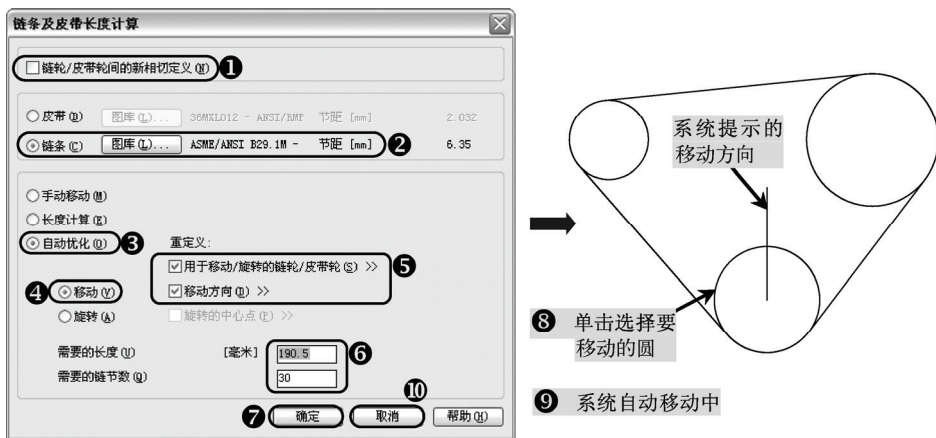

图 12-17 自动优化应用
为避免重复叙述，假设已经绘制好了多段线，且已经选好了相关的链条。取消“链轮/皮带轮间的新相切定义”选项，依次勾选“自动优化”、“用于移动/旋转的链轮/皮带轮 (S) >>”“移动方向 (D) >>”选项，在“需要的长度”栏输入“190”，系统根据链条库自动计算出“需要的长度：190.5；需要的链节数：30”，单击“确定”按钮，选择要移动的圆，输入移动方向的度数（也可以通过鼠标指定两点的方向来确定移动的方向），系统自动移动，随后移动完成，如图 12-17 所示。